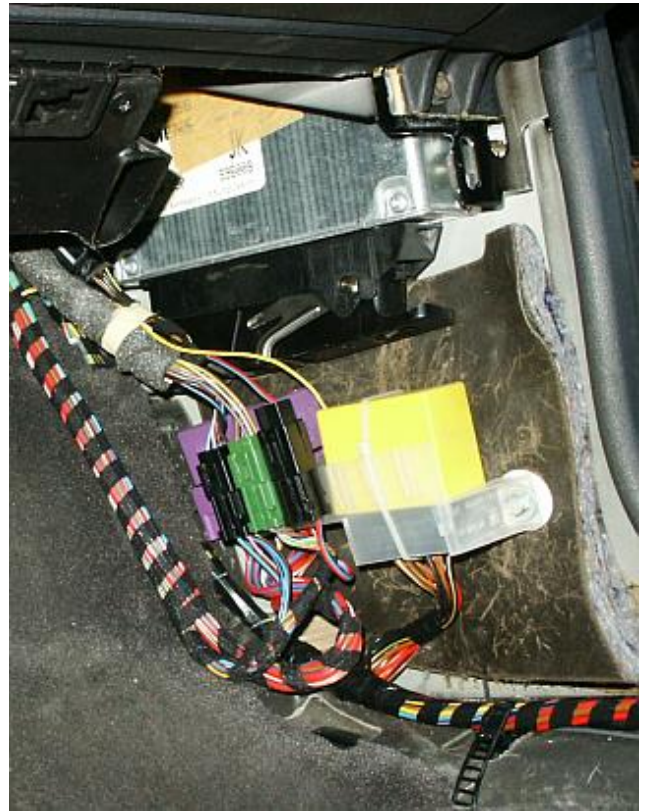

Figure 7
**Nota :** L'illustration Figure 7 montre un boîtier de contrôle de la fermeture centralisée (couleur jaune) différent du boîtier d'origine.